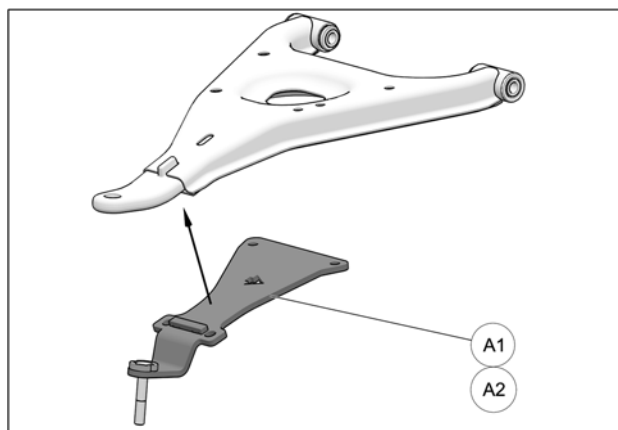

Fig. 27
14. Positionner la partie inférieure de l'ancrage anti-rotation (**A1-A2**) sous le bras de suspension inférieur. Voir la Fig. 27